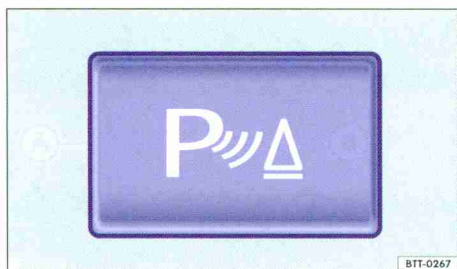

Fig. 134 Dans la console centrale : touche d'activation ou de désactivation du système d'aide au stationnement.
- Lorsque le contact d'allumage est mis, appuyez sur la touche  ⇒ fig. 134.